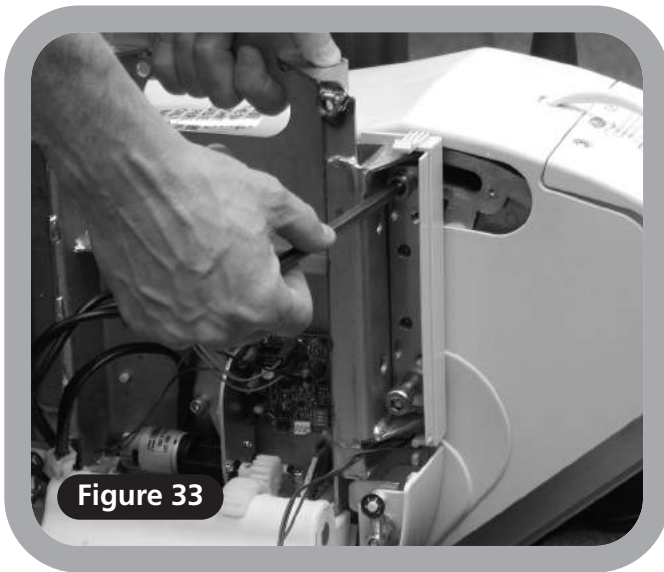

Figure 33
- 4 Approchez le châssis du siège sur le bloc d'alimentation, et, à l'aide des boulons et des espaceurs, fixez-le sur le bloc d'alimentation, en veillant à ce qu'il soit bien aligné verticalement (**Figure 33**).